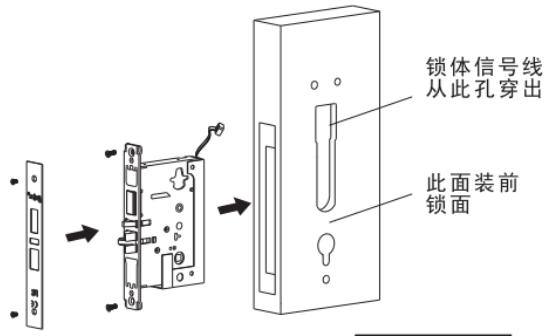
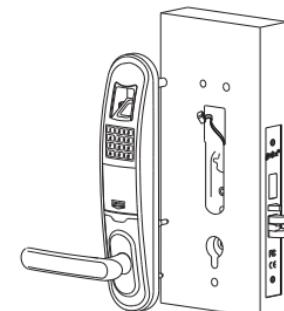

图1a
图2b
(1) 装锁体
- ①将锁体装到锁体孔中，注意锁体信号线从前面穿出。
- ②用两颗ST4.8*19的沉头木牙螺丝将锁体固定在门上，上好侧饰条（图1a）。
(2) 装锁芯
- 将锁芯套入锁体前部分（这部分装前锁面）孔中，然后从背部用螺丝固定好锁芯（图2b）。
- ① 将锁体装到锁体孔中，注意锁体信号线从前面穿出。
- ② 用两颗ST4.8*19的沉头木牙螺丝将锁体固定在门上，上好侧饰条（图1a）。
(2) 装前锁面
- ① 将锁体信号线插在前锁面插槽上，必须对接牢固。
- ② 将前锁面大方轴套入锁体上相应的孔内，锁芯孔对准锁芯后将前锁面套在门上（图2b）。